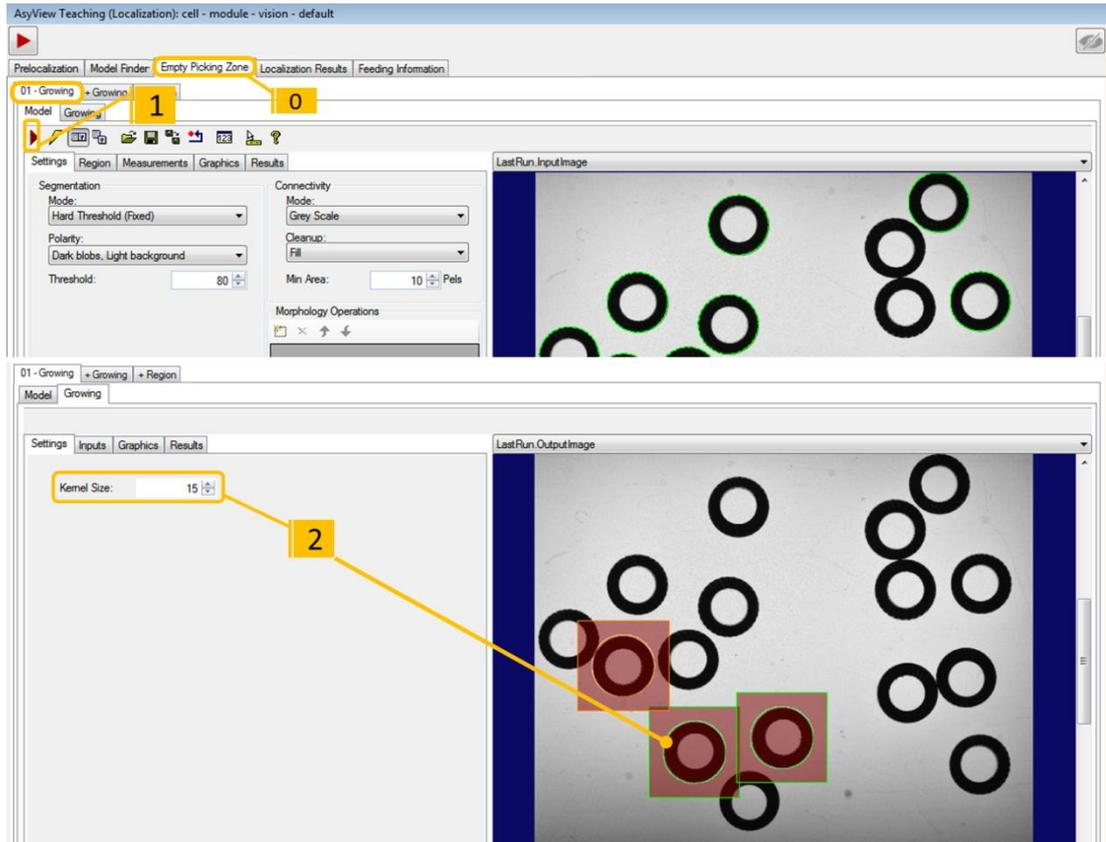

Abbildung 5-22: Register „Empty Picking Zone Growing“
Schritt 1	Das EPZG-Werkzeug ist ähnlich konfiguriert wie das Vorlokalisierungs-Werkzeug. Um nicht zweimal dasselbe tun zu müssen, können Sie in einem 1. Schritt einfach das Vorlokalisierungswerkzeug 1 zu 1 kopieren. Klicken Sie hierzu auf das Register „01 – Growing“ (siehe Abbildung 5-22: Register „Empty Picking Zone Growing“). Starten Sie das Werkzeug mit  .